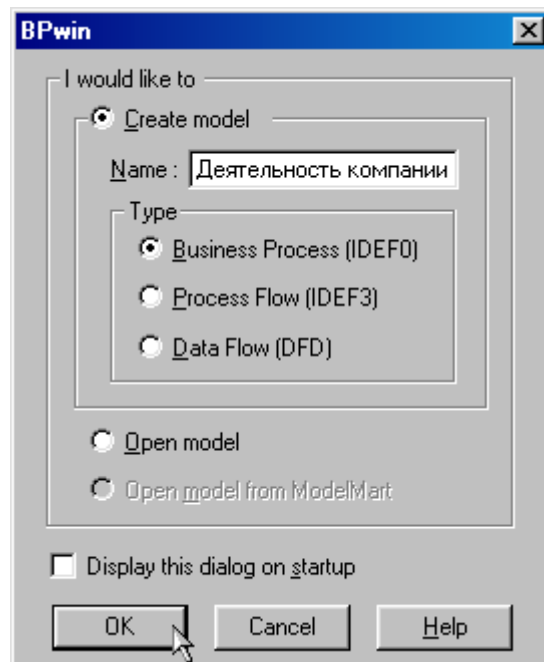

Рисунок 1.1 – Присвоение модели имени и выбор типа модели
- 3 Щелкните по кнопке . Появляется диалоговое окно **I would like to** (рисунок 1.1). Внесите в текстовое поле **Name** имя модели "Деятельность компании" и выберите **Type – Business Process (IDEF0)**. Нажмите кнопку **OK**.